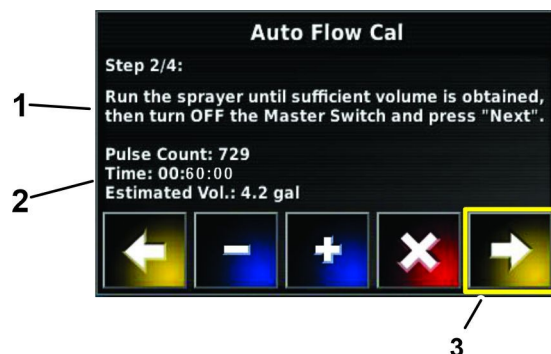

Figure 171
5. Sur la console de commande, à l'étape 2 sur 4 de l'assistant d'étalonnage de débit automatique, lorsque le compteur de temps atteint 60 secondes (Figure 171), réglez la commande générale de la machine à la position ARRÊT.
7. À l'étape 2 sur 4 de l'assistant d'étalonnage de débit automatique, appuyez sur l'icône Suivant (Figure 171).